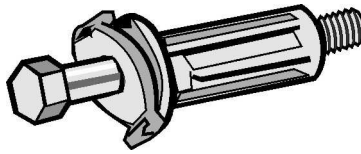

Figure 2
- ❑ Recherchez les quatre boulons de transport livrés à l'origine avec la laveuse (voir la **Figure 2**).